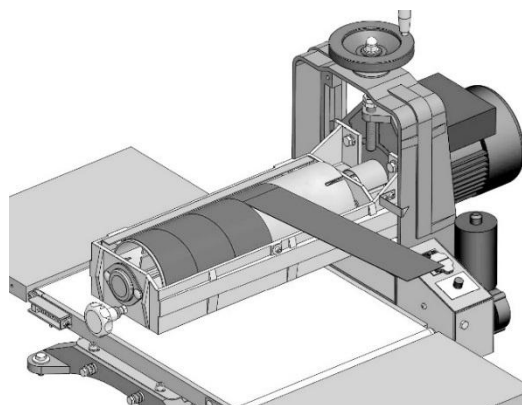

Рисунок 30.
- Удерживая полоску одной рукой, другой рукой вращайте барабан от себя и наматывайте ленту на барабан (рис. 30).